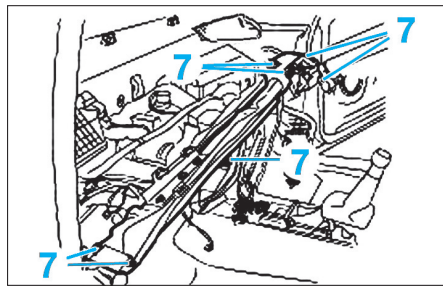

Fig. 49
- Déposer les fixations (7) de la barre de renfort (Fig.49).